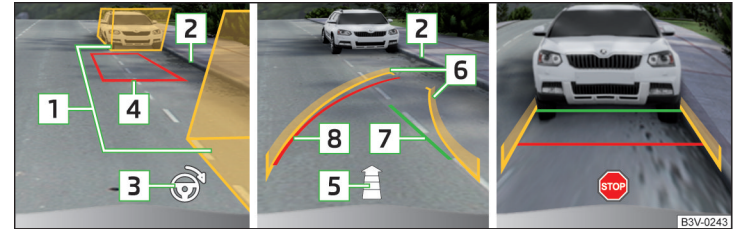

Abb. 267 Bildschirmanzeige
- › Das Fahrzeug so anhalten, dass sich kein Hindernis in der Lücke zwischen den Hilfsboxen **1** » Abb. 267 befindet und die hintere Box nicht über die seitliche Begrenzung der Parklücke (z. B. Bordstein) **2** hinausreicht.